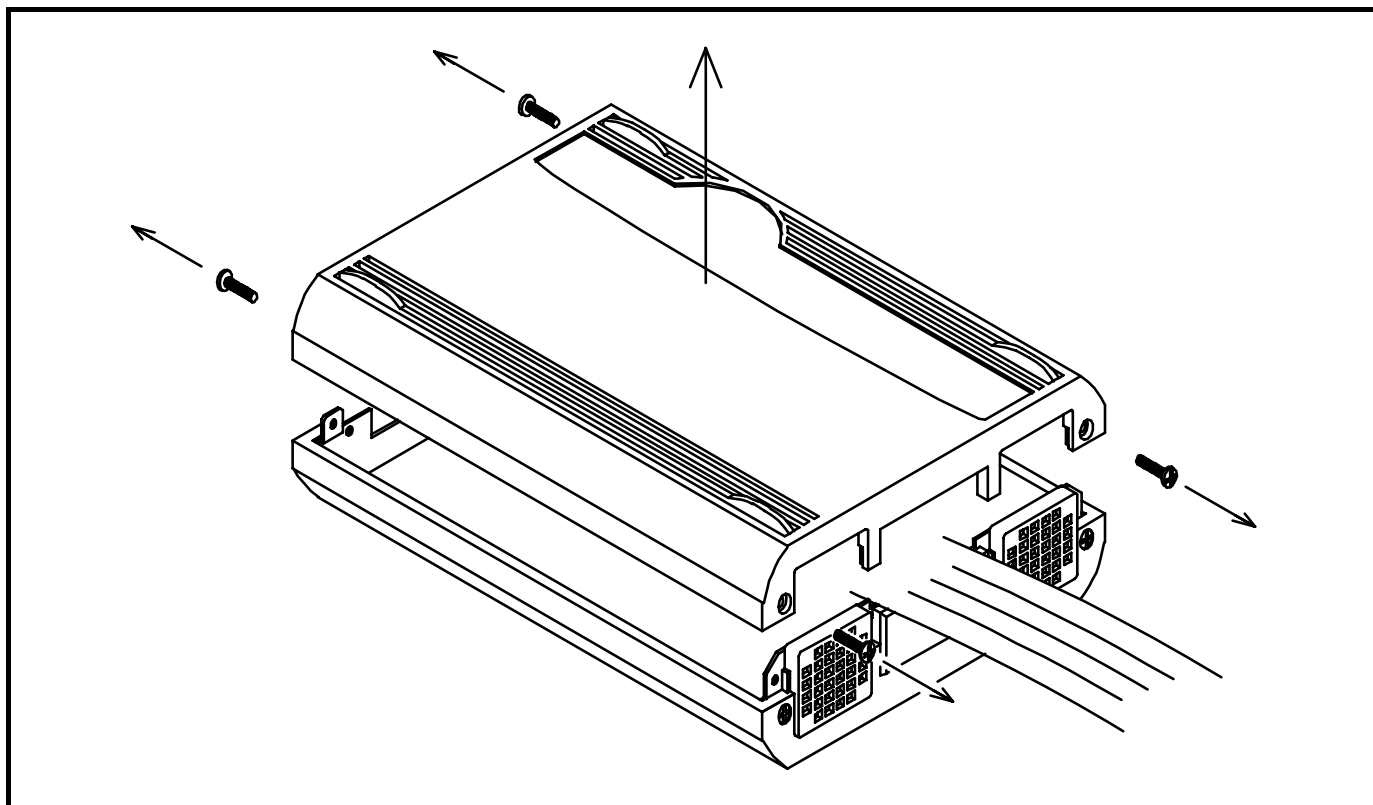

図2.18 上カバー取り外し
(2) 発振回路基板の交換手順
① PC7501の両側面ネジ(4箇所)を外して、上カバーを取り外してください(図2.18参照)。